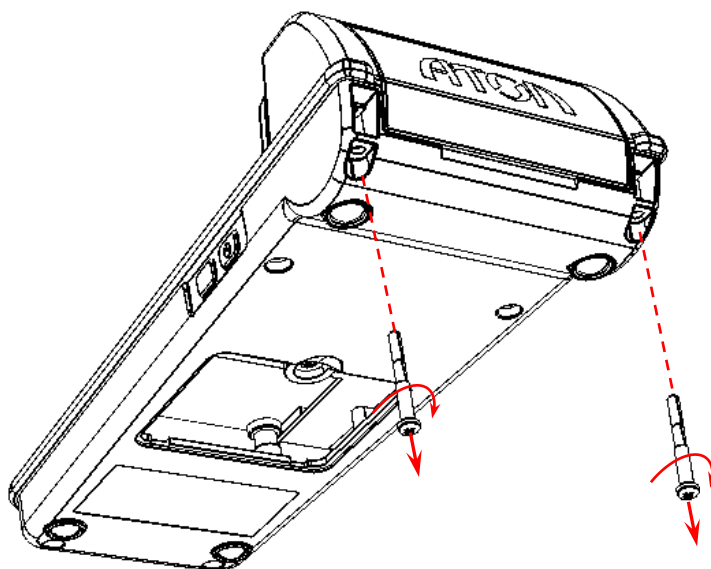

Рисунок 18. Демонтаж корпуса (открутить винты в нижней части корпуса)
5.2. Затем открутить два винта, расположенные в нижней части корпуса (смотрите рисунок 18).